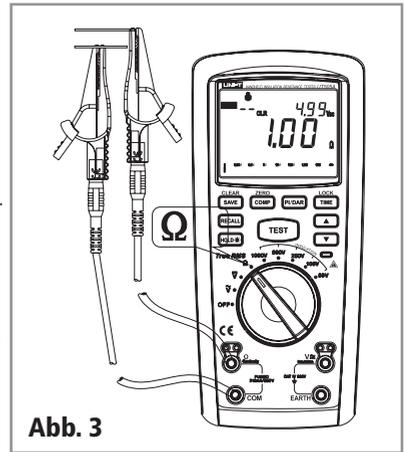

Abb. 3
- Verbinden Sie die Messspitzen parallel zum Messobjekt (siehe Abb. 3).